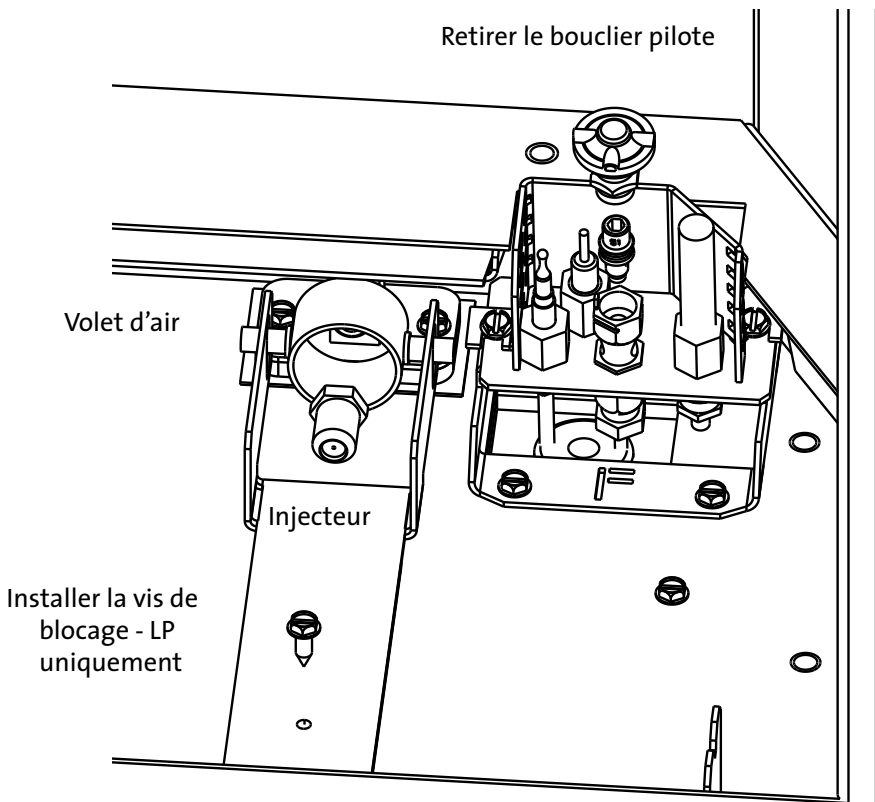

Figure 7.3.
5. **Remplacez l'orifice du brûleur.** Voir fig. 7.3. Avec une clé plate ou à douille profonde de 1/2 po, retirez l'orifice du brûleur du coude en laiton et remplacez-le par l'orifice fourni dans le kit de conversion.
6. **Installez la vis de blocage autotaraudeuse 1/2 po** (Fig. 7.3) fournie dans le kit de conversion au propane. Cette vis ajuste automatiquement la nouvelle ouverture minimale de l'obturateur d'air.
7. **Changer l'injecteur pilote, Fig 7-3.**
- Changez l'orifice du pilote. Retirez le Pilot Hood de sa base. Il s'enclenchera par le clip de retenue illustré à la Fig. 7-3.